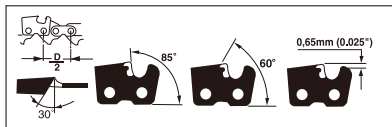

Fig. 21
**KÆDESLIBNING** - Kædehøjden (Fig. 21) er 3/8" LoPro x .050". Brug beskyttelseshandsker og en rund fil  $\varnothing 4\text{mm}$  (5/32") til at slibe kæden med.
Sørg altid for at slibe skærene med ydre strøg (Fig. 22), og hold øje med værdierne i Fig. 21.